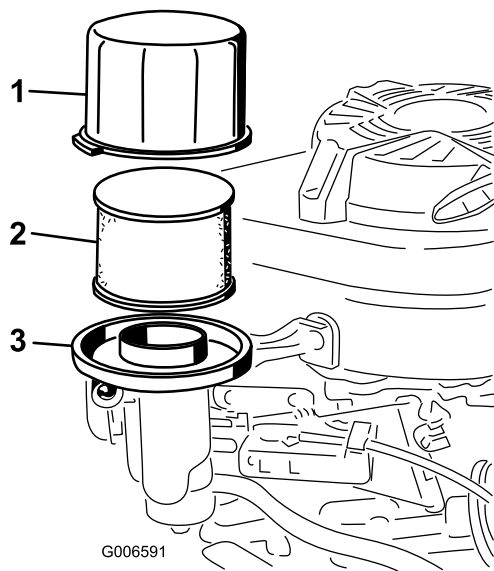

Рисунок 29
3. Снимите крышку и тщательно очистите ее (Рисунок 29).
4. Снимите фильтр предварительной очистки из вспененного материала с бумажного фильтра (Рисунок 29) и замените бумажный фильтр, если он сильно загрязнен.